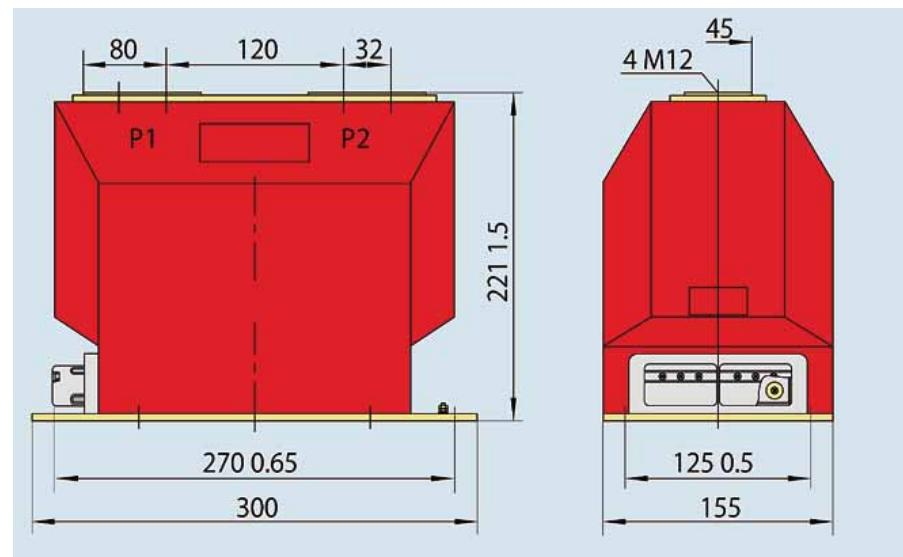

Рис. 6.1 Внешний вид и размеры трансформатора тока LZZBJ9-10
6. Внешний вид и размеры (см. рис. 6.1)